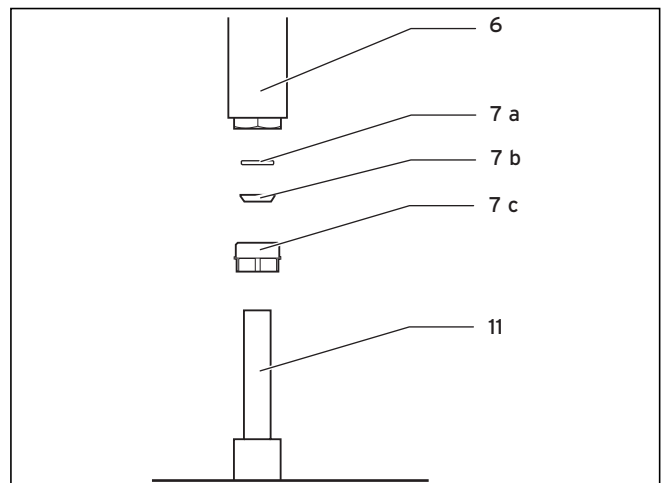

Abb. 2.2 Montage der Klemmverbindung (7)
- Überprüfen Sie vor der Montage anhand der Tab. 2.1, Abb. 2.1 und Abb. 2.2 das Zubehör auf Vollständigkeit.
- Schieben Sie den Klemmnippel (7 c), Klemmring (7 b) und O-Ring (7 a) über das freie Rohrende des Rücklaufrohres 2 (11, Abb. 2.2).
- Stecken Sie das Rücklaufrohr 1 (6) und das Rücklaufrohr 2 (11) zusammen.
- Montieren Sie handfest das Vorlaufrohr (5) und das Rücklaufrohr (6, 11) an den Anschlussstücken (3, 9) und richten Sie diese aus.
- Lösen Sie die Klemmverbindung (7) und den Vorlaufanschluss an der Rohrgruppe und dem Verteilerbalken.
- Schwenken Sie die Rohrgruppe bzw. den Verteilerbalken um das Vorlaufrohr (5) in die gewünschte Position.
- Ziehen Sie nach Ausrichtung der Rohrgruppe und des Verteilerbalkens alle Verbindungen wieder fest an. Ziehen Sie die Klemmverbindung (7) im Rücklaufrohr (6, 11) erst fest an, nachdem Sie alle anderen Verbindungen angezogen haben.